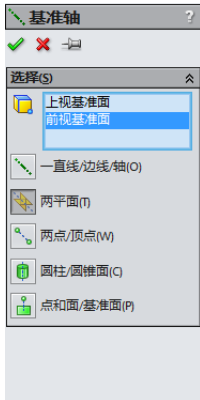

图 7-109 生成基准轴
**08** 新建基准轴。单击“特征”工具栏中的“基准轴”图标按钮。在“基准轴”属性管理器中，单击两平面按钮，选择设计树中的前视基准面和右视基准面，单击“确定”图标按钮，生成基准轴，如图7-109所示。